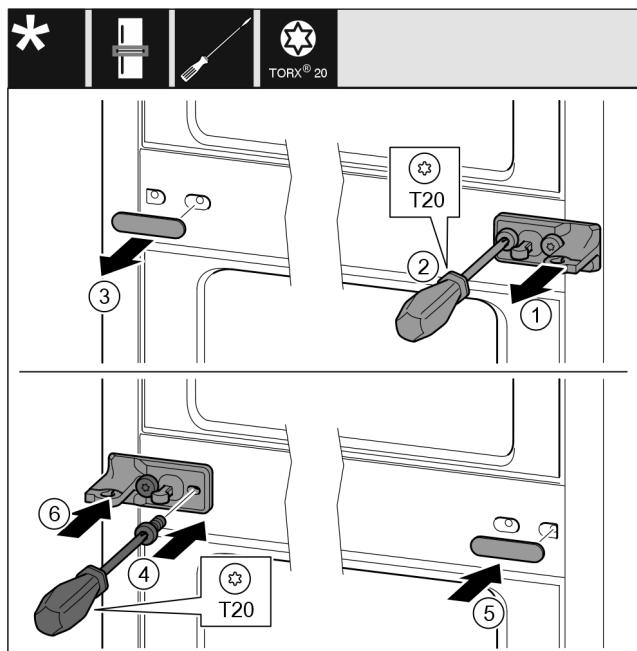

Fig. 10
- ▶ Свалете шайбата. Fig. 10 (1)
- ▶ Отвийте винтовете с отвертка T20. Fig. 10 (2)
- ▶ Свалете внимателно капака. Fig. 10 (3)
- ▶ Затегнете здраво от другата страна лагерната стойка с фолио, завъртяна на 180°. Fig. 10 (4)
- ▶ Поставете капака, завъртън на 180°, от другата страна. Fig. 10 (5)
- ▶ Нахлузете отпред шайбата. Fig. 10 (6)